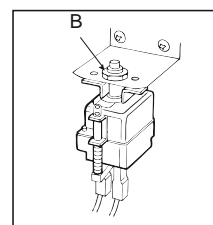

fig. 8
- 3) Sfilare i fili del termostato e svitare il fissaggio (B - fig. 8) dello stesso fissato nel retro del pannello comandi;